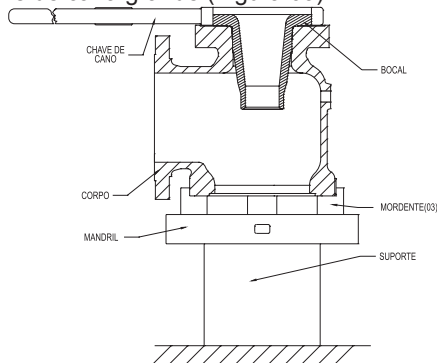

Figura 09
8.1.14 La tobera también puede ser removida del Cuerpo, utilizando una llave de caña grande (Figura 09).